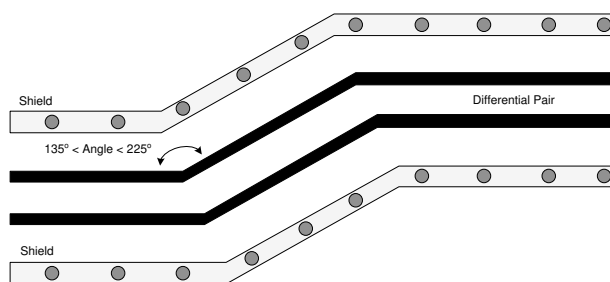

図 8-3. V-by-One の配線例
- 差動信号ペアに関連する曲げ角度が 135° ~ 225° であることを確認します (図 8-3 を参照)。